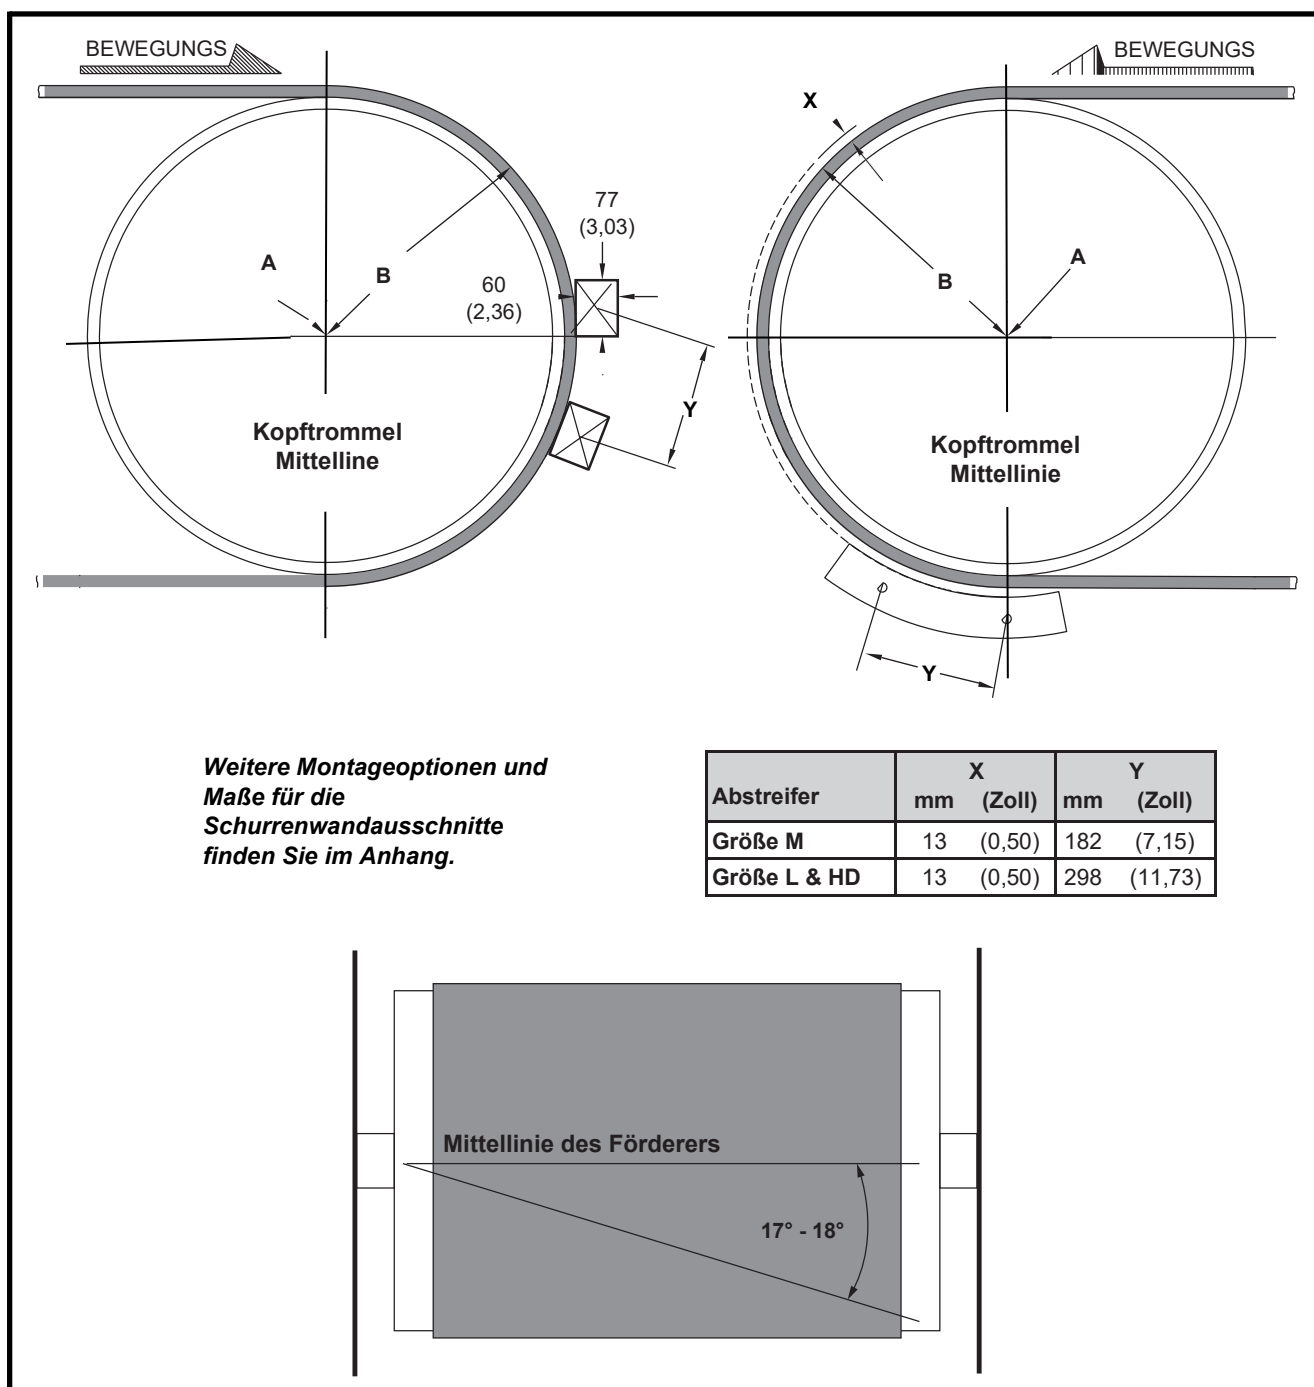

Abbildung 6: Position des Vorkopfabstreifer & Schurrenwandausschnitte
1. Suchen Sie auf beiden Seiten der Schurre den Mittelpunkt der Kopftrommel (A).
2. Messen Sie den Radius der Kopftrommel einschließlich Ummantelung und Gurtstärke (B). Addieren Sie zu diesem Maß das Maß X aus Abbildung 6.
3. Messen Sie auf der Gegenseite der Schurre vom Mittelpunkt (A) aus den in Schritt 2 berechneten Gesamtabstand (B + X) und zeichnen Sie einen Bogen auf die Schurrenwand.
4. Zeichnen Sie auf der Bedienerseite der Schurre, ausgehend vom Mittelpunkt (A), einen Bogen mit dem Radius (B) auf die Schurrenwand.
- a) Zeichnen Sie die Mittellinie der Kopftrommel senkrecht zur Fördergurtlinie (siehe Abbildung 6). Drehen Sie die Halterung an der Unterseite so weit wie möglich nach hinten, um eine Umwicklung des Fördergurtes von mindestens 17° zu erreichen, wobei der Gurtabgangspunkt nicht überschritten werden darf (siehe Abbildungen 2 und 3).
- (1) Positionieren Sie den Festpunkt an der Schurrenwand auf der Gegenseite, wie in Abbildung 6 dargestellt (die Montage auf Basis der Mittellinie dient als Beispiel).
- (2) Markieren Sie die Positionen der Bohrung für den Festpunkt.
- (3) Bohren oder schneiden Sie zwei Löcher von 13 mm (1/2 Zoll) in die Schurrenwand auf der Gegenseite.
- (4) Befestigen Sie den Festpunkt mithilfe der Senkkopfschrauben (B) und Muttern an der Innenseite der Schurrenwand auf der Gegenseite.
- (2) Schweißen Sie den Festpunkt an der Schurrenwand fest.
- c) Positionieren Sie die Anschweißplatte (Abbildung 6). Der Rand des Ausschnitts muss tangential zum Rand des Fördergurts verlaufen. Markieren Sie den Ausschnitt an der Schurrenwand (Abbildung 6).
- d) Markieren Sie den Ausschnitt für die obere Anschweißplatte an der Schurrenwand (Abbildung 6). Das Maß Y entspricht dem Abstand zwischen den Befestigungslöchern am Festpunkt auf der Gegenseite.